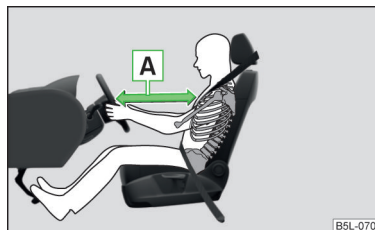

Fig. 9 Distanza di sicurezza dal volante
- È importante che il conducente e il passeggero mantengano una distanza di almeno 25 cm rispettivamente dal volante e dalla plancia **A** » fig. 9. Se non si rispetta questa distanza minima, il sistema airbag non può proteggere - pericolo di morte! Inoltre, i sedili anteriori e i poggiatesta devono sempre essere regolati in funzione della statura degli occupanti.